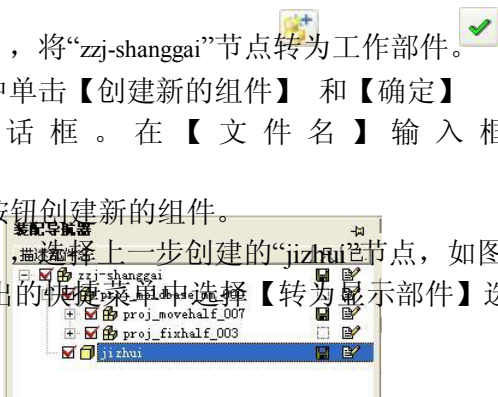

图 7-61
3. 打开【装配导航器】，选择上一步创建的“jizhui”节点，如图 7-61 所示。单击 MB3，然后在弹出的快捷菜单中选择【转为显示部件】选项。